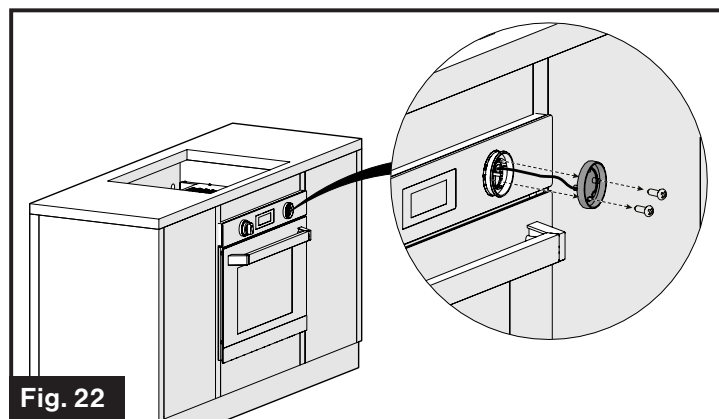

Fig. 22
2. Retire los dos tornillos que sujetan la luz LED con un destornillador Phillips. (Fig. 22)